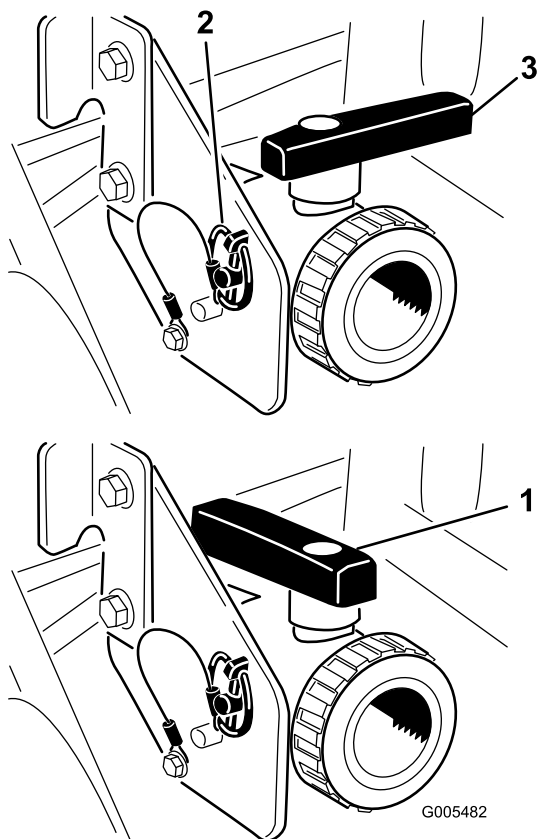

図 28
タンク・ドレン・ハンドルを操作して残っている薬液を全部排出し、地域の法律や規則、メーカーの指示に従って適切に処分する（図 28）。排出が済んだら、ブラケットについているリンチ・ピンを外してドレン・バルブを取り外して地面に置く。これにより、配管内部に残っている薬剤も完全に排出される。
3. 排出が完全に終了したら、ドレン・バルブをフレームに取り付けてリンチ・ピンで元通りに固定し、バルブを閉じる（図 28）。